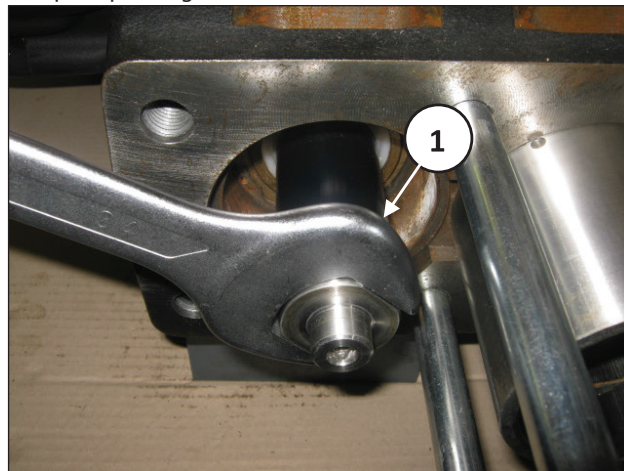

Fig. 128
L'entretoise de piston ne nécessite aucun entretien régulier. Les interventions se limitent seulement à un contrôle visuel. Pour l'extraction du groupe, procéder de la façon suivante : Après avoir démonté la culasse, libérer les entretoises comme indiqué rep. ①, Fig. 128.